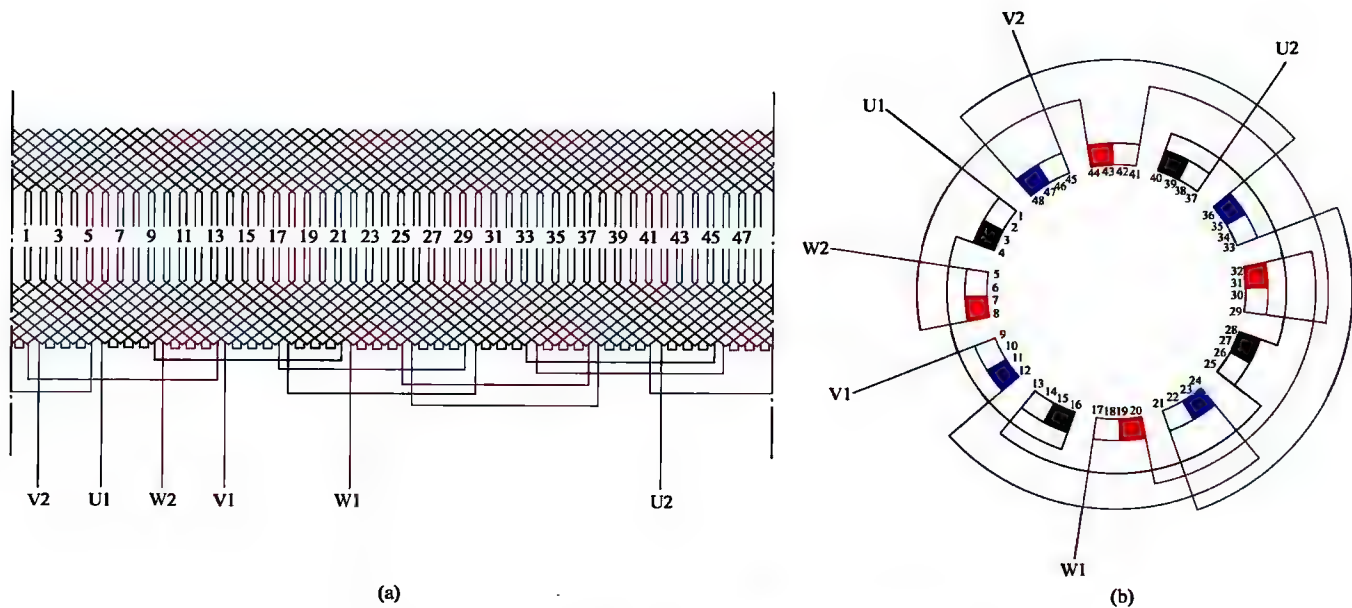

图 1-38 三相 4 极 48 槽双层叠绕组 1 路接法 (1)
38. 三相 4 极 48 槽双层叠绕组 1 路接法展开图与接线圆图 (1) (见图 1-38)